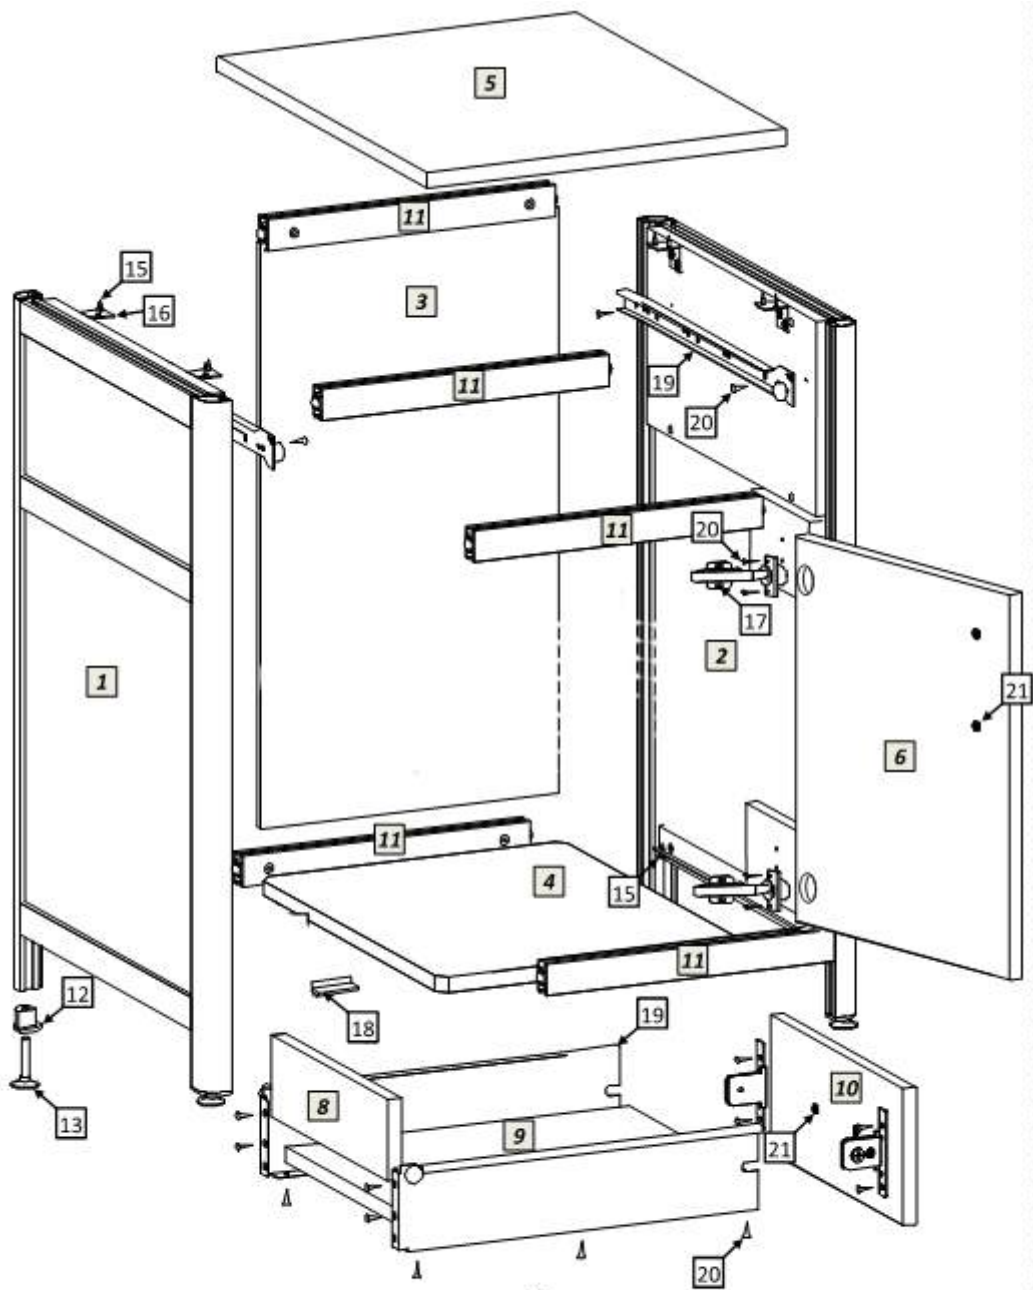

рис.1
- 5.1 Распаковав тумбу, внимательно ознакомьтесь со схемой сборки, изображённой на рис.1. Согласно позициям на схеме и комплектовочной ведомости определите расположение деталей в изделии и порядок их сборки. Сборка производится на ровном полу, укрытом материалом, предотвращающим повреждение покрытия пола и деталей мебели. Подготовьте необходимые для сборки инструменты – плоскую и крестовую отвёртки, молоток, рулетку или линейку, гаечный ключ 12мм для регулировки опор, шуруповёрт.
- 5.5 Сборка выдвижного ящика. Схема сборки ящика показана на рис.1. Шурупами 4x16 соедините заднюю стенку, днище ящика и его фасад с металлическими боковинами направляющего механизма. На фасад ящика установите ручку.